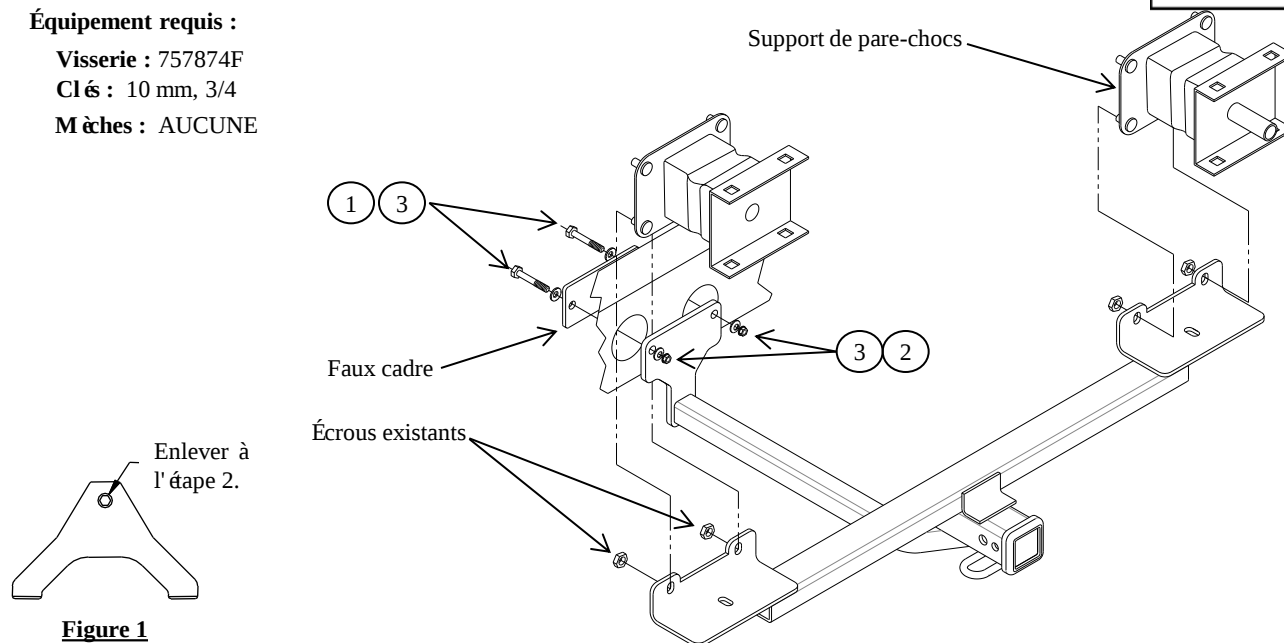

Figure 1
①	Qté (2)	1/4-13 x 4,00 boulon	③	Qté (4)	Rondelle conique 1/2
②	Qté (2)	Écrou hexagonal 1/2 -13	④	Qté (5)	Attaches mono-usage
- Enlever les supports de carénage en plastique (remettre au propriétaire) illustrés à la Figure 1, ainsi que la visserie du couvercle de l'écran thermique de l'échappement, de façon à ce que l'écran puisse bouger librement au-dessus de l'échappement.